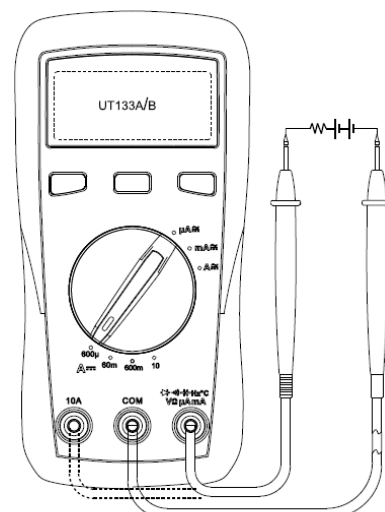

Рисунок 4
6. Измерение переменного (только UT133A) и постоянного тока (см. рисунок 4)